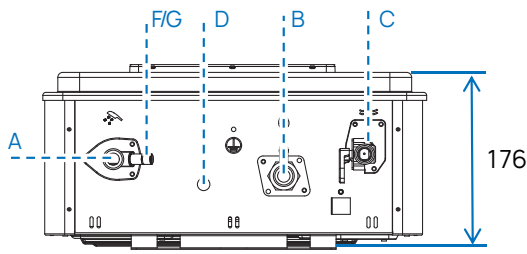

Fig. 5
La entrada de agua fría está ubicada a la derecha del calentador (Ver fig. 5). Use sólo tuberías de cobre o flexibles certificados para la instalación de las líneas de agua de al menos ½" de diámetro.
Mirando al calentador de frente, la salida de agua caliente está a su izquierda. (Ver fig. 5, conexión 1) Use sólo tuberías de cobre o flexibles certificados para la instalación de las líneas de agua de al menos ½" de diámetro.
2. Conecte el control remoto al aparato en el terminal D (ver Fig. 5, ítem D).